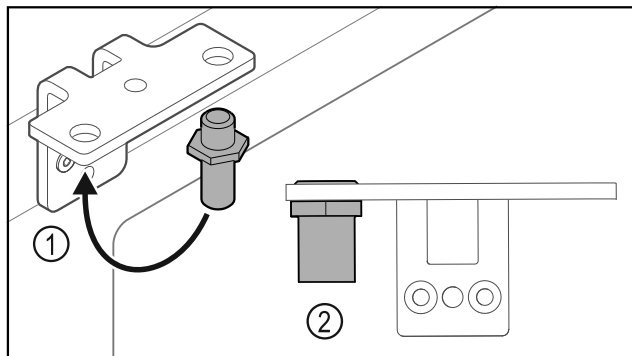

Fig. 25
- ▶ Přesaďte čep Fig. 25 (1) v úhelníku závěsu.
- ▶ Utáhněte čep Fig. 25 (2) **utahovacím momentem 12 Nm**.